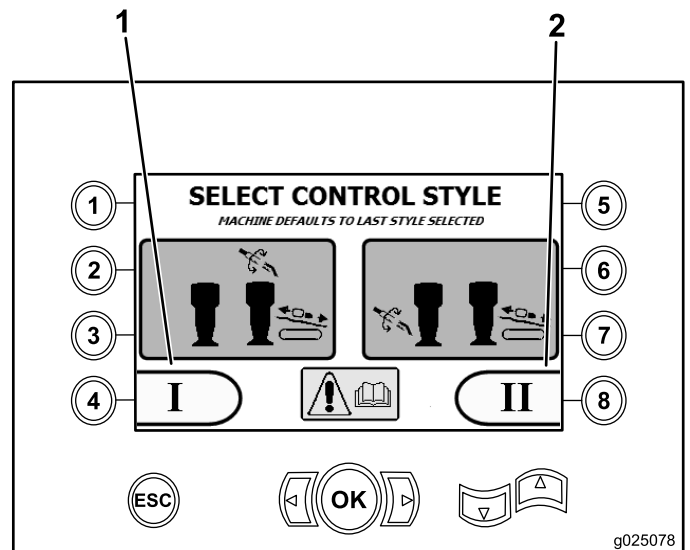

Figura 13
- Modo I – Esta función sitúa las funciones de perforación en el joystick derecho, mientras que el joystick izquierdo dirige el cargador de tubos y las mordazas (Figura 13).
Pulse el botón 4 para seleccionar esta función (Figura 13).
- Modo II – Divide las funciones de perforación, mordaza y cargador de tubos entre los joysticks derecho e izquierdo (Figura 13).
Pulse el botón 8 para seleccionar esta función (Figura 13).